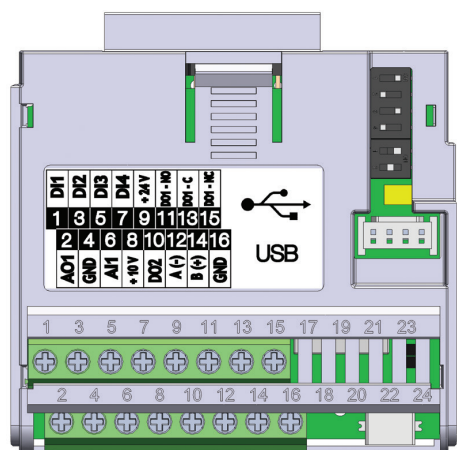

Figura 18.3: Módulo Plug-in CFW500-CUSB
O módulo plug-in CFW500-CUSB tem a interface Serial (1) através da porta RS-485 nos bornes 12 (A-) e 14 (B+), bem como a interface Serial (2) através da porta USB no conector padrão mini USB (mini B), veja Figura 18.3 na página 18-1.